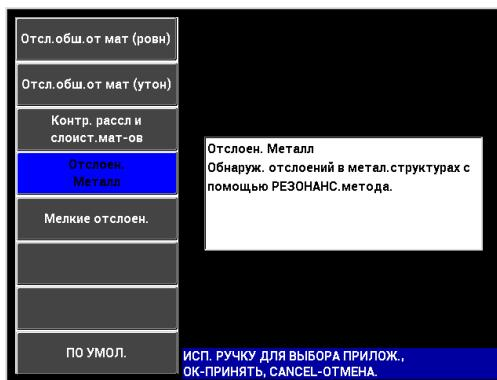

Рис. 6-38 Приложение для контроля качества kleевых соединений металлов
3. Выберите приложение **Отслоен. металл**, затем нажмите ✓ (см. Рис. 6-38 на стр. 154).